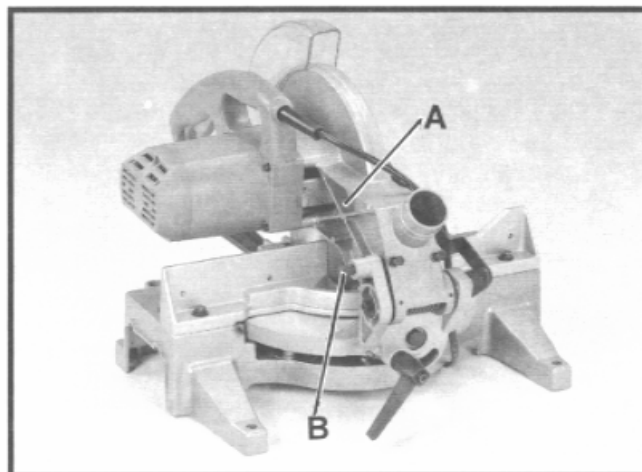

Fig. 28
Den Sägekopf (A) Fig. 28 ganz nach unten drücken und den Verriegelungsstift (B) drücken bis er einrastet.